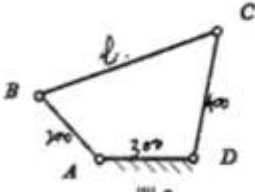

图 2
3. 平面四杆通过铰链连接如图 2 所示，设其中三杆的长度分别为：AB=200mm，CD=400 mm，AD=300 mm，另一杆 BC 杆的长度  $L$  ( $0 \leq L < \infty$ )。求  $L$  取何值（范围）该四杆连接：（1）不能成为机构？（2）成为双曲柄机构？（3）成为曲柄摇杆机构？（4）成为双摇杆机构？（20 分）